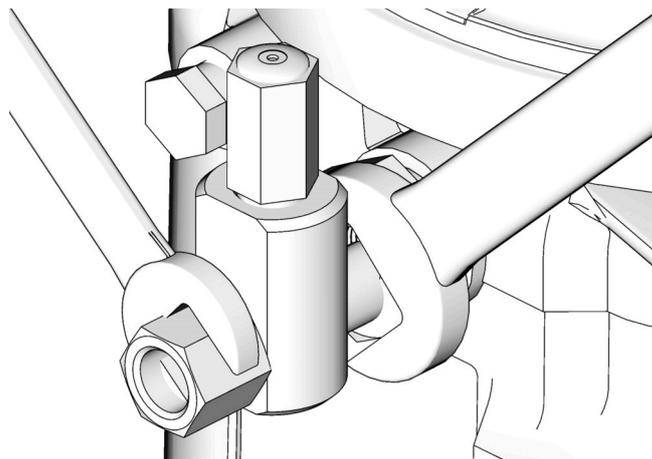

FIG. 15
1. Afloje el accesorio de conexión del elemento de la bomba (FIG. 15).
3. Apriete el accesorio de conexión del elemento de bomba utilizando dos llaves y haciendo fuerza en direcciones opuestas (FIG. 15).